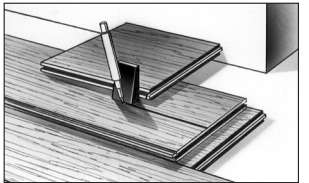

Figure 12
- Placez la rangée de planches à poser par dessus la dernière rangée de planches posée. Utilisez un compas ou un morceau de planche en guise de traceur pour tracer le contour du mur (fig. 12).